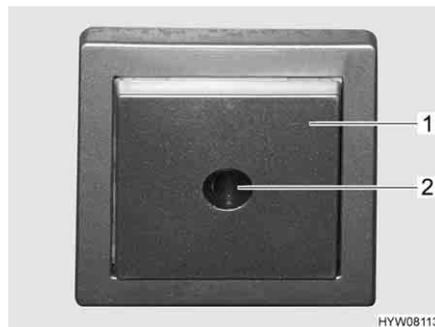

Fig. 133 Interruttore di comando per scaldacqua
Con l'interruttore di comando (Fig. 133,1) si inserisce la modalità di funzionamento elettrico. La spia di controllo (Fig. 133,2) nell'interruttore deve accendersi.
- Inserire l'interruttore di comando (Fig. 133,1). La spia di controllo (Fig. 133,2) nell'interruttore si accende. L'acqua nello scaldacqua viene riscaldata a 65 °C.
- Spegnere l'interruttore di comando (Fig. 133,1). La spia di controllo (Fig. 133,2) nell'interruttore si spegne.
- Spegnere l'interruttore di comando (Fig. 133,1). La spia di controllo (Fig. 133,2) nell'interruttore non si accende.